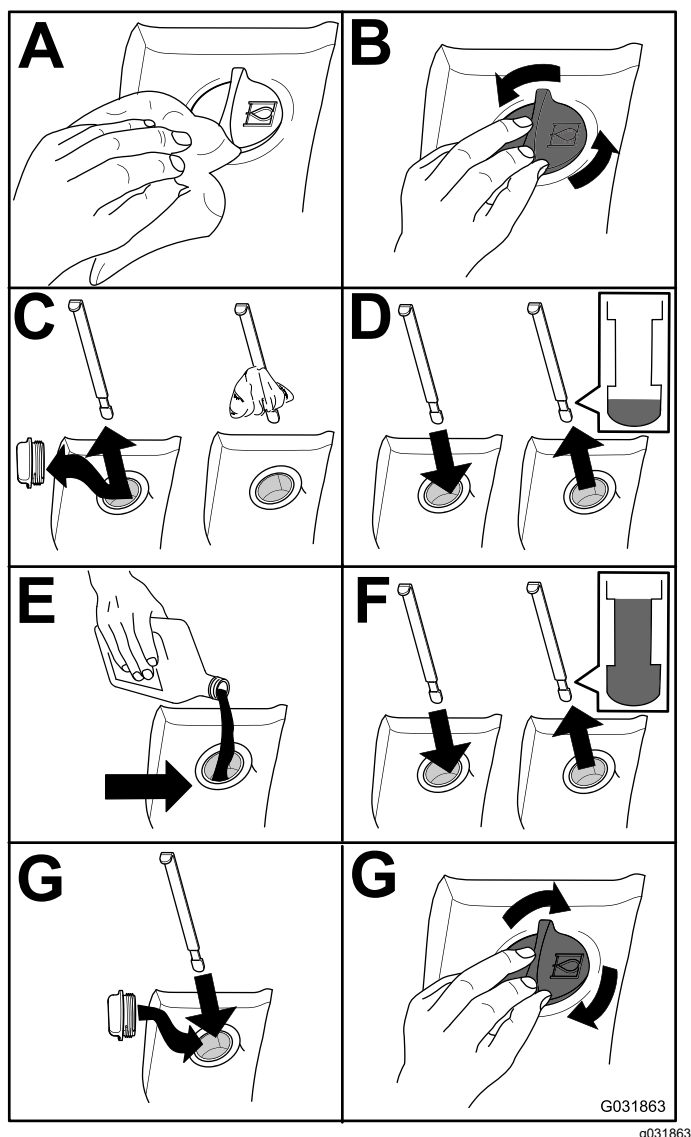

Figure 78
2. Contrôlez le niveau de liquide hydraulique (Figure 78).